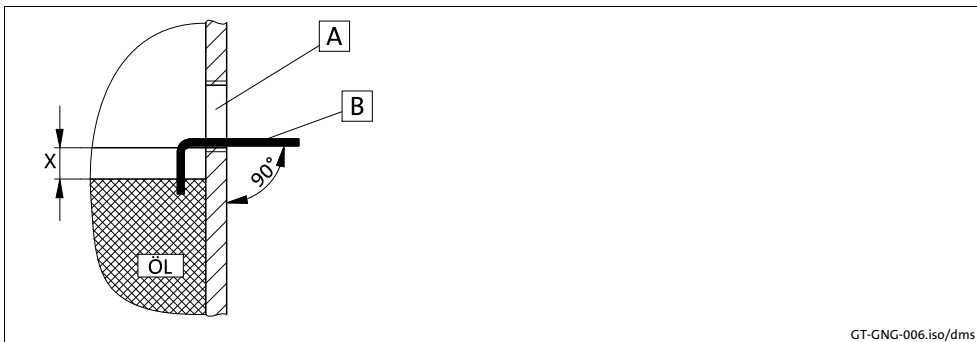

Abb. 4 Ölstandkontrolle mit Hilfswerkzeug
- min. Ölstand: X mm unterhalb der Unterkante der Ölstandsbohrung (siehe Abb. 4 und Tab. 6).